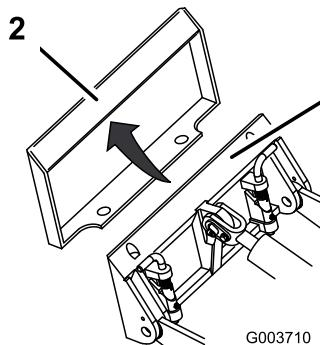

Figure 21
- Placez la plaque de montage dans le bord supérieur de la plaque réceptrice de l'accessoire (Figure 21).